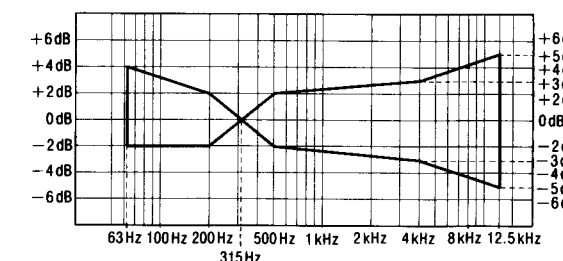

Fig. 5
3. Comprobar que la frecuencia esté dentro de la gama mostrada en la Fig. 5 tanto para CH-I como para CH-D.